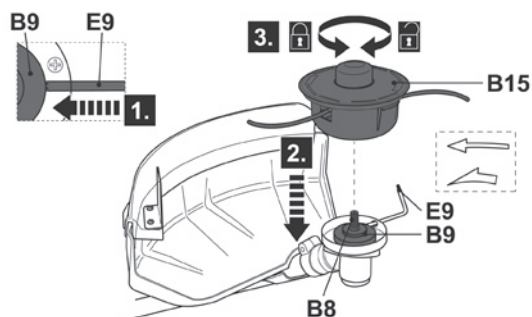

Fig. 11
- > Aparafuse a cabeça do aparador (B15) para a esquerda no fuso (B8) e aperte-a com a mão enquanto bloqueia o fuso (B8) com a chave Torx de 5 mm (E9). Depois, remova a chave Torx (Fig. 11).